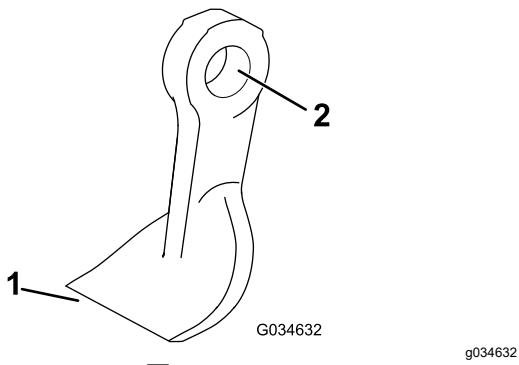

图 9
4. 检查每个刀片是否受损特别留意紧固件、刀刃和安装孔 **图 9**。更换所有受损的刀片和紧固件。